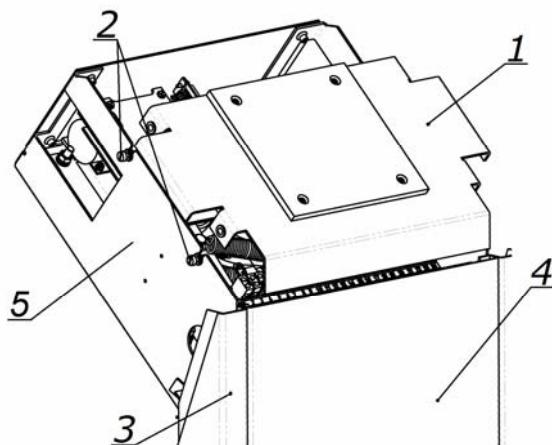

Рисунок 11. Стойка турникета со снятой крышкой
5. Установите гильзы анкеров (15) в выполненные в полу отверстия так, чтобы они не выступали над поверхностью пола.
6. Снимите крышку турникета (2). Порядок снятия крышки см. в разд. 6.
7. Снимите усиливающую пластину (1, рис. 11). Для этого предварительно ослабьте отверткой шлицевой четырьре винта крепления пластины (2, рис. 11).
8. Снимите заднюю стенку турникета (4, рис. 11). Для этого смещайте ее вверх вдоль стойки турникета, до тех пор, пока она не выйдет из зацепления со стойкой. Задняя стенка снабжена двумя парами защелек, расположенными в ее верхней и нижней частях.
12. Подключите кабель (14) ПДУ (устройства РУ или контроллера СКУД) к выносной клеммной колодке **XS1**.
14. Подключите кабель питания (11) от источника питания турникета к выносной клеммной колодке **XS1**.
15. При необходимости произведите установку считывателей карт доступа на предусмотренные для этого места на стойке (5, рис. 11). Для подключения считывателей используйте свободные контакты (15 - 24) клеммной колодки **XS1**.